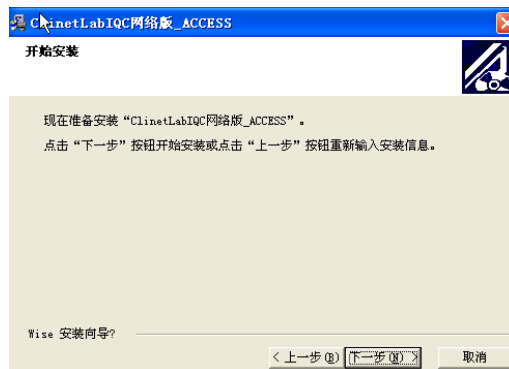

图 2-1-04 【开始安装】对话框
5. 单击【下一步】按钮，系统将自动在 C 盘中的 Program Files 文件夹中建立 CLinetLabIQC 文件夹。稍后出现如图 2-1-04 所显示的【开始安装】对话框。